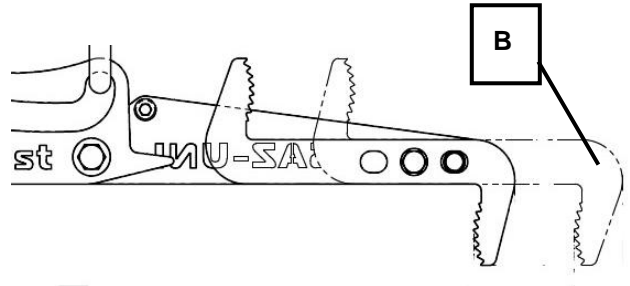
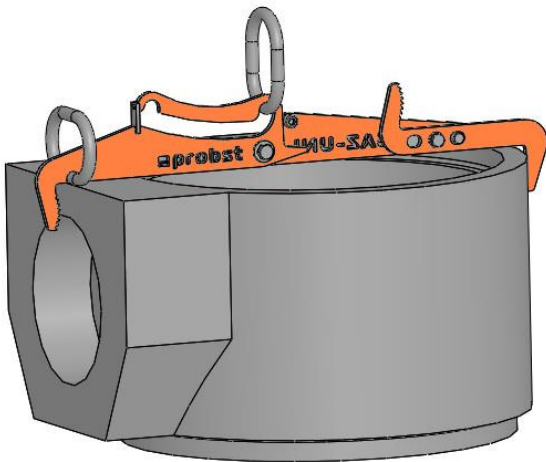

Fig 5
Fig 6
Bij het grijpen van inbusdelen (Fig. 6) moet de beweegbare grijparm (1) 180° worden gedraaid. Vergroot het grijpbereik van 550 mm naar 625 mm (grijpbereik (B) zie Fig. 5) Trek hiervoor de veerbout (2) iets uit en draai deze tegelijkertijd totdat de grijparm kan worden bewogen. Vervolgens moet de grijparm (1) worden vergrendeld door de veergrendel (2) weer in te drukken.